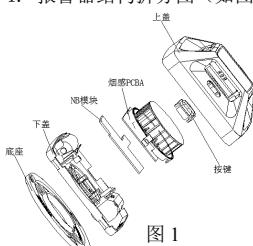
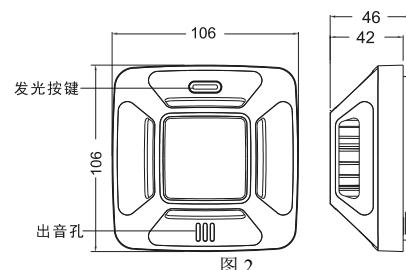

图1
图2
### 1. 报警器结构拆分图(如图1)
说明: 图1中, 上盖、按键、PCB、下盖、底座组装成一个整体(如图2, 下称“报警器”)。
按下发光按键(位置见图2)不松开, 蜂鸣器发出三声“滴滴滴”报警声, 每隔2秒循环一次, 同时红色报警指示灯恒亮, 表明工作正常, 松开测试按钮探测器恢复正常工作状态。
3. 报警测试功能：探测器接入电源后即可进入正常工作，指示灯约 6 分钟左右闪亮一次（绿色），按下发光按键（位置见图 2），蜂鸣器发出报警声同时指示灯恒亮（红色），松开发光按键探测器恢复正常工作状态；
5. 报警消音功能：报警器报火警后，按下发光按键（位置见图 2）3 秒以上为报警消音，报警器的消音周期约为 1 分钟，在消音周期内报警器不会再报警，消音后探测器回到正常工作状态（此时若探测器内仍然有烟雾且烟雾浓度达到设定报警浓度则探测器还会继续报警）；